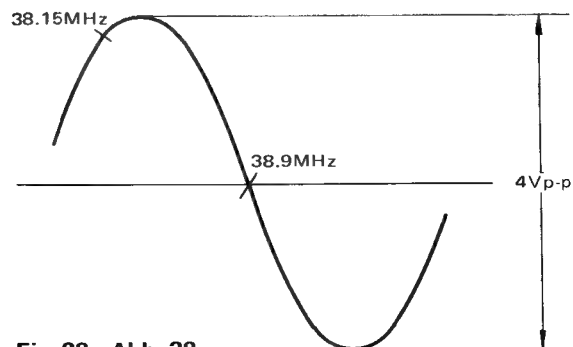

Fig. 28 Abb. 28
3. Adjust T901 and L901 for maximum gain as in fig. 28.
3. T901 und L901 auf höchste Verstärkung abgleichen (s. Abb. 28).